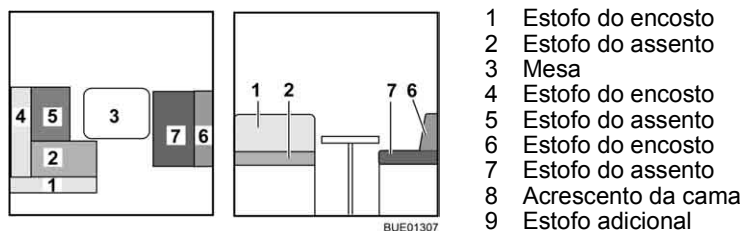

Fig. 153 Antes da transformação
- Transforme a mesa (Fig. 153,3) em base para cama (ver ponto 6.11).
- Retire o estofa do encosto (Fig. 153,1) e coloque-o de lado.